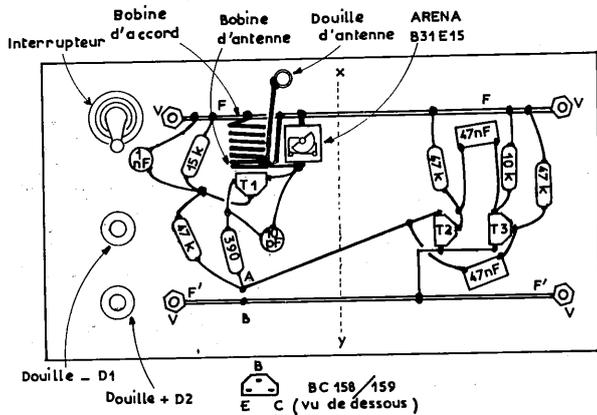

Fig. 2. — Implantation des éléments.
Ces montages « en l'air » peuvent le plus souvent être faits sans couper les pattes des différents composants, résistances, condensateurs, transistors..., ce qui permet de les récupérer plus tard. Pour cet émetteur, j'ai pris une planchette de contreplaqué de 8 × 15 cm (la figure 2 est à l'échelle), sur laquelle j'ai tendu 2 fils de cuivre nu 10/10, F et F', distants de 50 mm et tenus par 4 vis (V) de 3 mm, avec écrous. Deux douilles pour fiche banane de 4, D1 et D2 (isolée rouge pour le +, isolée noire pour le -) sont fixées sur la planchette ; elles sont reliées aux fils F et F', et de préférence en intercalant un interrupteur. Deux petits tasseaux, de 15 × 15 ou de 20 × 20 mm, collés sous la planchette et la surélevant, ne sont pas nuisibles.
La figure 2 me paraît assez explicite, le seul point délicat (et encore !) étant le circuit accordé. Sa bobine est faite en fil 10/10, nu ou isolé, enroulé serré sur une tige ronde de 8 mm de diamètre (queue d'un